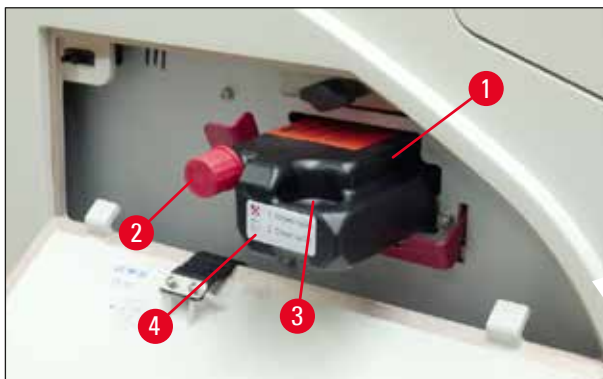

Fig. 60
3. Fjern beskyttelsesfolien, og isæt patronen, til den er ca. halvvejs inde i patronåbningen (→ "Fig. 60").